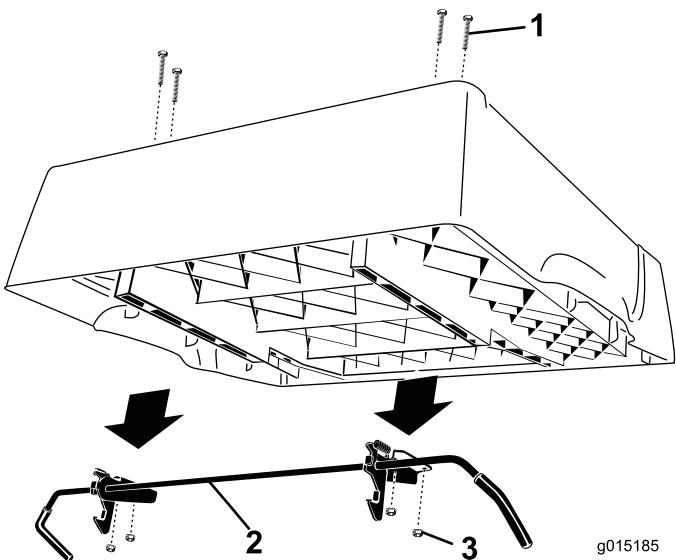

Figura 2
- Retire as 4 porcas flangeadas que prendem os suportes da barra do trinco ao lado inferior da caixa (Figura 2). Retire e guarde a barra e trincos. Deixe os parafusos de carroçaria nos furos e prenda-os à plataforma com as porcas flangeadas.